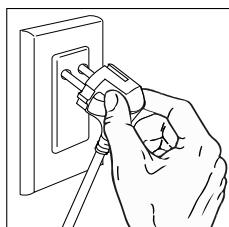

Figura 1
- Conecte la herramienta a un enchufe de corriente alterna de 220 volts (110-120V.a.c. output). Una señal sonora ocurrirá al conectarse si se ha producido con seguridad y el indicador mostrará un color rojo. Ver figura 1